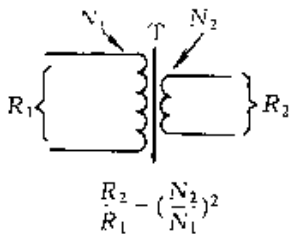

图 2-87
③ 变压器具有阻抗变换的作用。如图 2-87 所示, 变压器初级与次级的圈数比不同, 耦合过来的阻抗也不同。在数值上, 次级阻抗 R_2 与初级阻抗 R_1 之比, 等于次级圈数 N_2 与初级圈数 N_1 之比的平方。